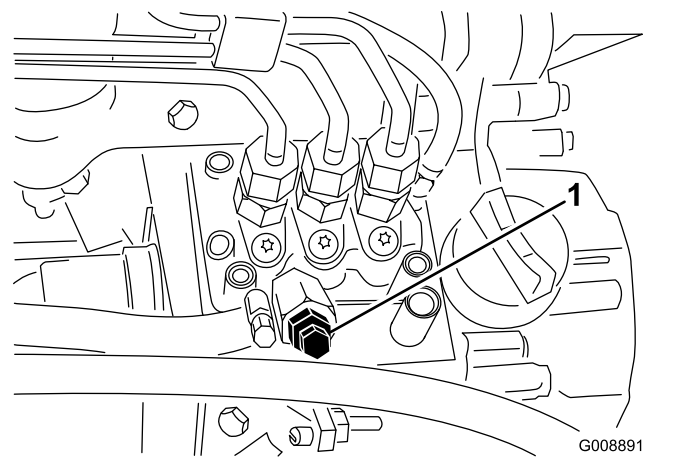

Figura 85
4. Abra el tornillo de purga de aire de la bomba de inyección de combustible (Figura 85).